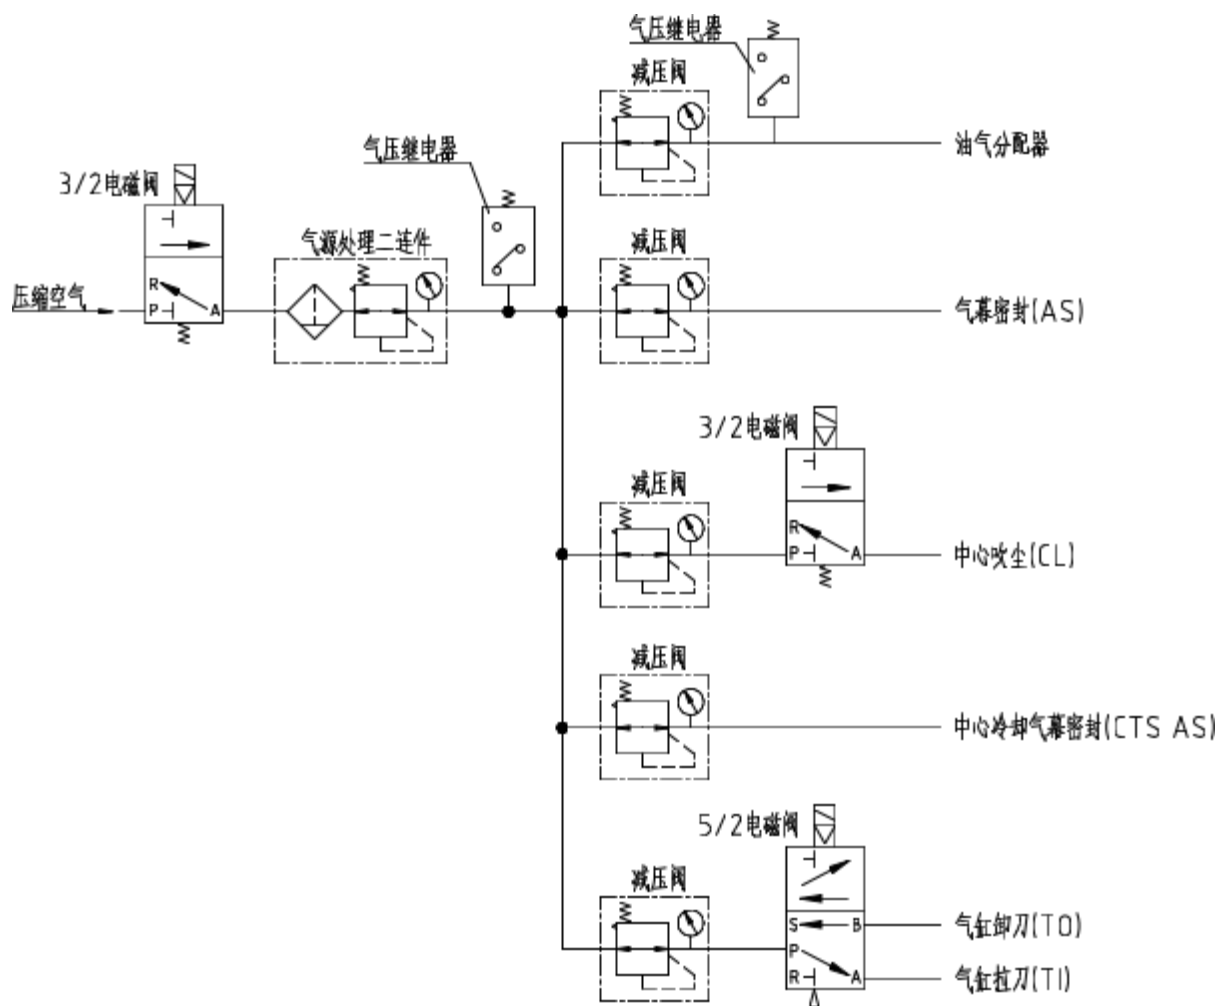

图 4.6 气路系统连接示意图
- 3) 气路系统中应按图4.6 接入气压继电器, 实时监控, 确保压缩空气正常供给;
- 5) 图4.6 所示是本系列产品所有可能配置的气路支路, 连接气路系统时, 根据您的主轴实际配置有的气路支路进行连接。